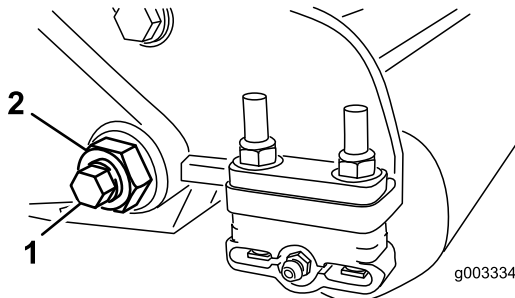

Figura 27
3. Su ciascun lato della macchina, allentate il dado di bloccaggio che fissa il bullone della barra di appoggio (Figura 27).
4. Togliete ciascun bullone della barra di appoggio consentendo alla barra di appoggio di essere tirata verso il basso e rimossa dal bullone della macchina (Figura 27).